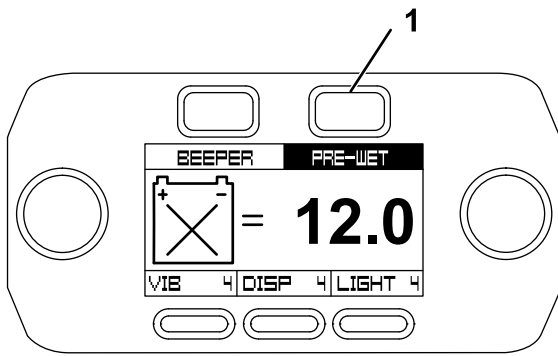

Figura 50
- Pulse el botón Pre-Wet (Figura 50).